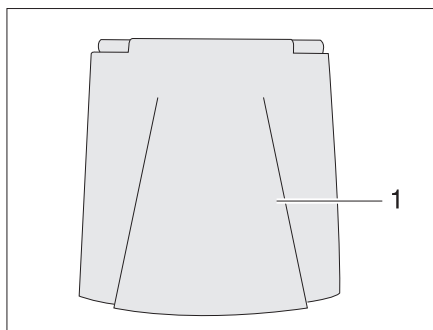

Fig. 33 Sportellino del bocchettone di rifornimento di carburante
- Aprire lo sportellino (Fig. 33,1)
- Inserire la chiave nel cilindro della serratura (Fig. 33,3) e ruotare in senso antiorario.
- Rimuovere il coperchio (Fig. 33,2).